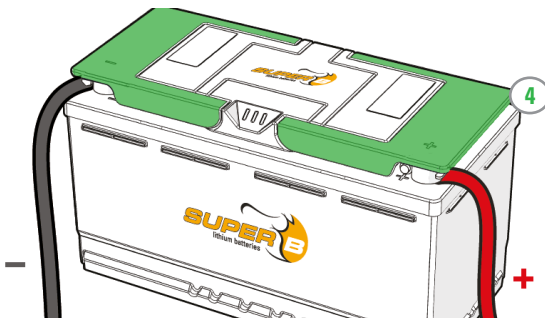

Abbildung 8. Setzen Sie die Griffabdeckungen auf die Pole
4. Setzen Sie die Griffabdeckungen auf die Pole. (Abbildung 8)